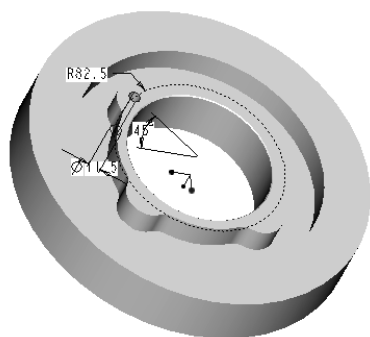

图 18 选用角度引导尺寸
(3) 在【阵列选项】菜单中选择一种阵列选项。在【阵列选项】菜单中选择【相似】、【变化】或者【一般】选项。相似阵列规定最多的假定，阵列的单元不能和其他单元或放置平面的边线相交。
(4) 在【阵列尺寸增量】菜单中选择【值】选项。
(5) 选择一种角度引导尺寸变化特性。如图 18 所示。